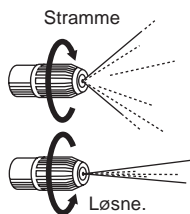

Figur 14
1. Vri cysllen til "lock" siden og bruk maskinen som hodetype. Se figur 14.